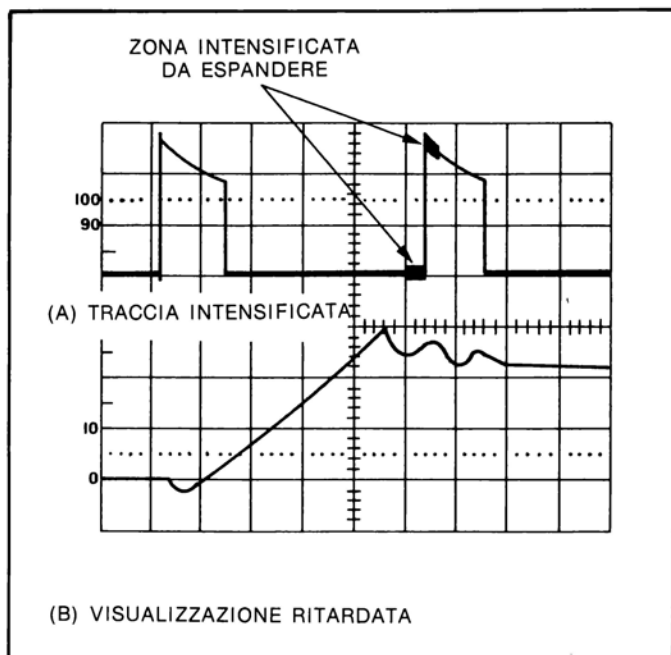

Figura 49
- Disporre il comando HORIZONTAL MODE su ALT. Regolare i comandi di POSITION verticale ed orizzontale, nonché quello di A/B SWP SEP, in modo da disporre la traccia scandita dall'asse/tempi A sopra a quella relativa all'asse/tempi B così come indicato in figura 49.
- f) Regolare il comando B DELAY TIME POSITION in modo da fare coincidere l'inizio della zona intensificata con il particolare della curva che si desidera espandere (vedi figura 49).